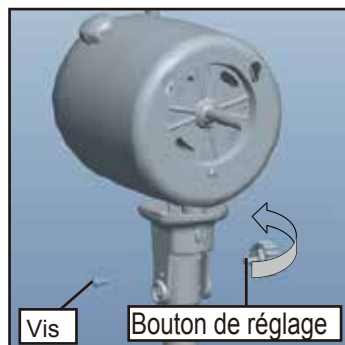

Figure 8.
3. Après fixation du moteur, vissez fermement le **Bouton de réglage de l'inclinaison** et la **Vis**. **Figure 8.**
1. Dévissez la **Vis** sur l'avant du moteur. **Figure 8.**